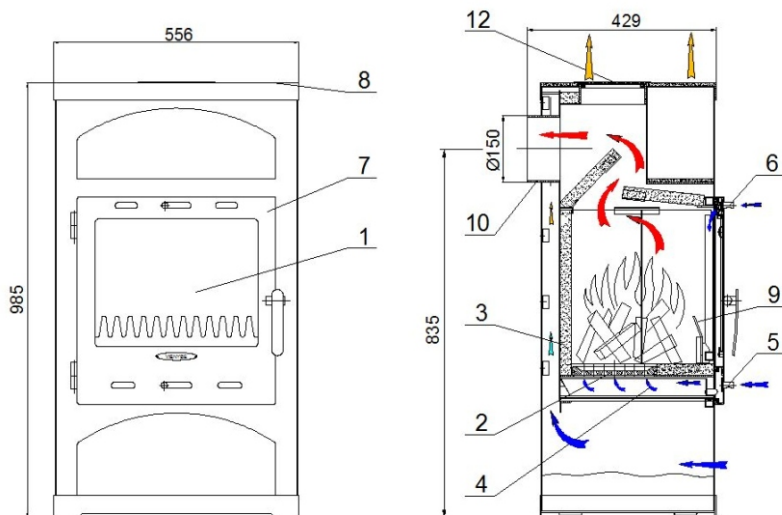

Рис. 1
Топка в печке выложена огнеупорной плиткой (вермикулит) 3 (см. рис.1), которая улучшает горение. В дверцу печки 7 вмонтировано термостойкое стекло, которое позволяет видеть пламя. Первичная подача воздуха регулируется при помощи заслонки 5. Вторичная подача воздуха в топку подается через заслонку регулирования 6. В печке используется отражатель огня 9. Наверху печки Vienybė-05 находится керамическое место накаливания, которую можно использовать для подогрева пищи.
Печка должна быть смонтирована таким образом, чтобы не были бы заблокированы заслонки регулирования подачи воздуха 5 и 6 (см. рис. 1).
- изъять подсоединение дымохода 10 (см. рис.1), отвинтив крепежные болты;
Разжигание. Полностью откройте заслонки первичной и вторичной подачи воздуха 5 и 6 (см. рис.1). На дно топки положите два полена маленького размера, оставляя между ними промежуток. В промежуток вложите скомканную бумагу или таблетку твердого топлива, на которую нужно крестообразно положить мелко нарубленные сухие дрова, на них положить дрова средней величины. Бумагу поджечь и после ее возгорания закрыть дверцу. Ручка дверцы может быть горячей, поэтому надо пользоваться защитной рукавицей. Интенсивность горения регулировать при помощи заслонок подачи воздуха.